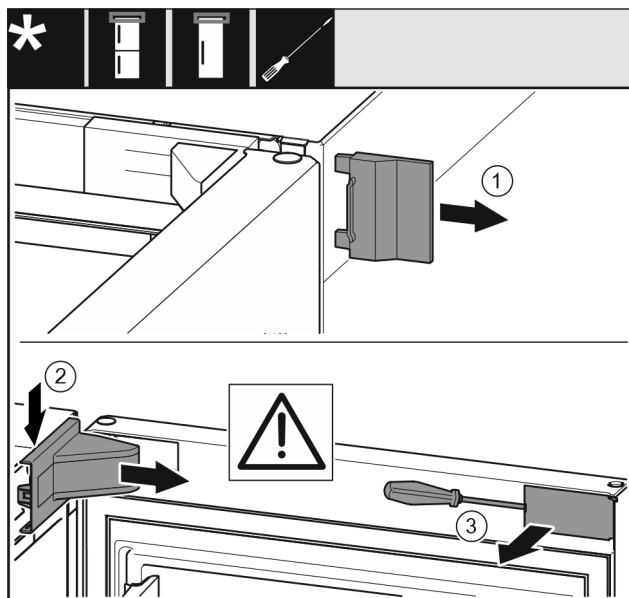

Fig. 9
- ▶ Свалете външния капак. Fig. 9 (1)
- ▶ Освободете и развийте капака на лагерната стойка. Свалете капака на лагерната стойка. Fig. 9 (2)
- ▶ Освободете капачката с плоска отвертка и я завъртете настрана. Fig. 9 (3)